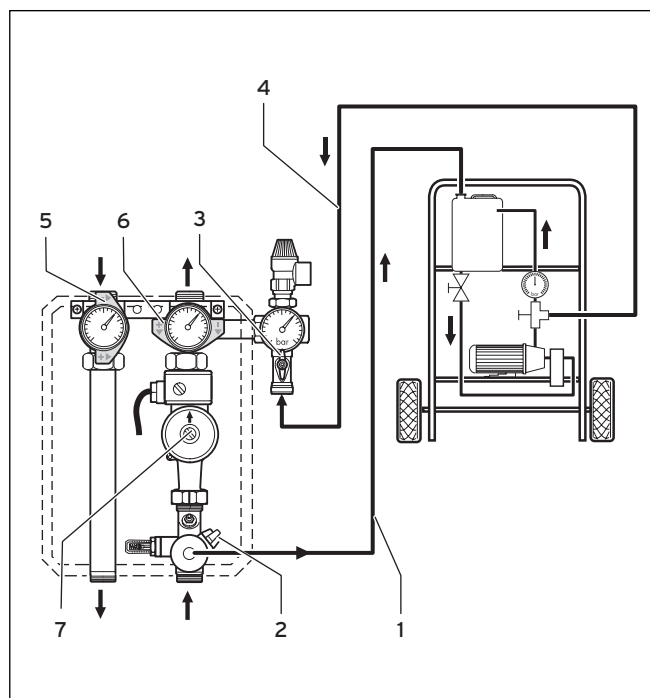

Abb. 7.24 Befüllschläuche an der Solarstation montieren
- Füllen Sie den Solarflüssigkeitsbehälter (5) mit Vaillant Solarflüssigkeit.
- Pumpen Sie die Vaillant-Solarflüssigkeit aus dem Behälter über den Füllhahn ein, bis Solarflüssigkeit aus dem Entleerungshahn der Solarstation (2 in **Abb. 7.24**) austritt.
- Blockieren Sie die Schwerkraftbremsen (5 und 6 in **Abb. 7.24**), um Restluft auszufördern. Stellen Sie dazu die Absperrhähne in 45°-Stellung.
- Schließen Sie den Füllhahn (3 in **Abb. 7.24**) der Solarstation.
- Schließen Sie den Entleerungshahn (2 in **Abb. 7.24**) der Solarstation.
- Füllen Sie den Solarkreislauf solange auf, bis Sie am Manometer der Solarstation (**3** in **Abb. 7.24**) einen Druck von 3 bar ablesen können.